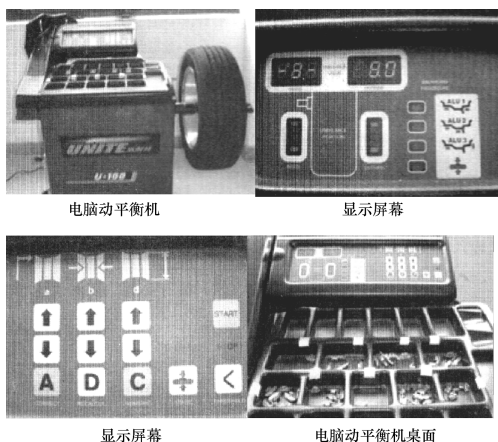

图 3-117 平衡机
(1) **车轮动平衡** 要通过电脑动平衡机 (图 3-117) 进行检测, 其操作步骤及方法如下: